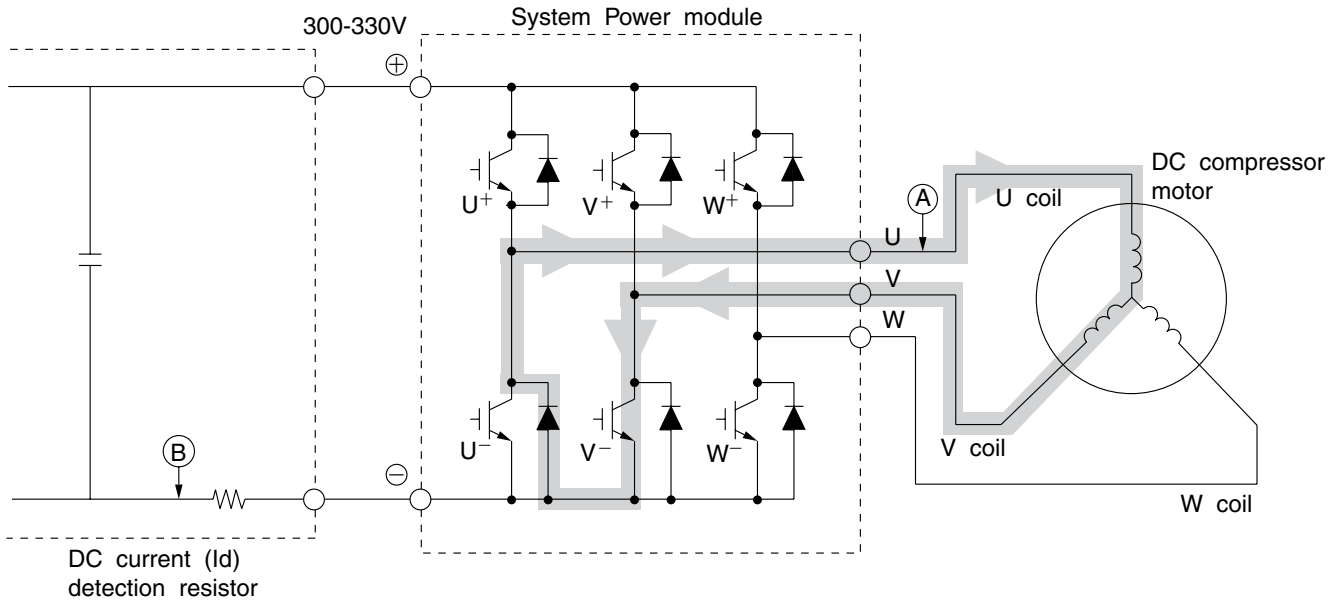

Fig. 3-4 System Power module circuit (U^+ is OFF, V^- is ON)
- (1) Quand le transistor U+ est OFF : (par induction de la bobine du moteur) Bobine U → Bobine V → transistor V- → diode de retour → point ⓐ (Fig. 3-4)